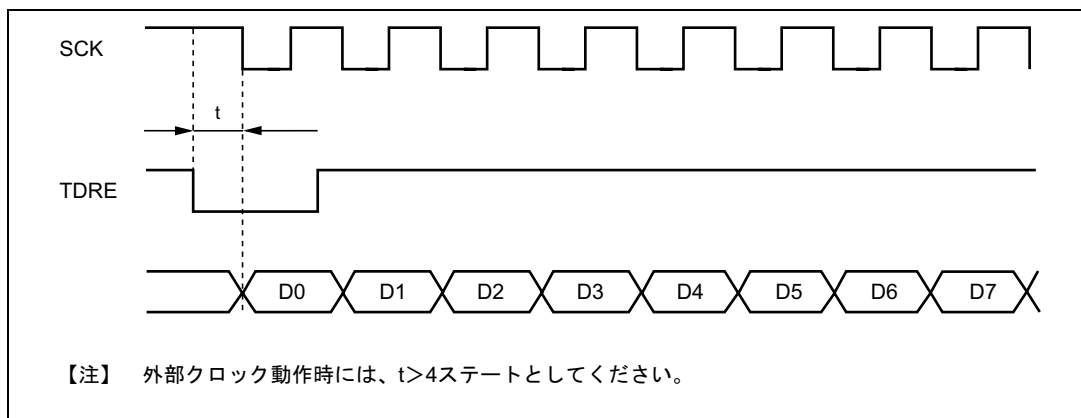

図 13.22 DMAC によるクロック同期式送信時の例
- (1) 同期クロックに外部クロックソースを使用する場合、DMACによるTDRの更新後、 ϕ クロックで5クロック以上経過した後に、送信クロックを入力してください。TDRの更新後4ステート以内に送信クロックを入力すると、誤動作することがあります(図13.22)。
- (2) DMACにより、RDRのリードを行うときは必ずDTCRのDTS2~0ビットで起動要因を当該SCIの受信完了割り込み(RXI)に設定してください。